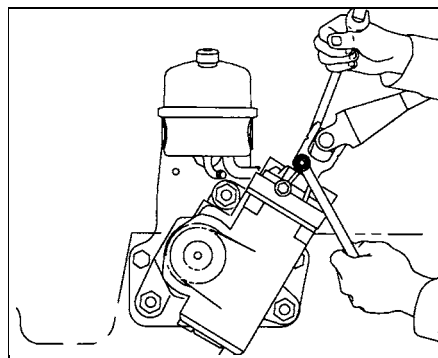

Рис. 2. Отсоединение нижнего карданного шарнира.
Рис. 2. Тормоз Q Plus серии MX500 с литым опорным диском. 1 - анкерный палец, 2 - втулка анкерного пальца, 3 - фиксирующая пружина, 4 - тормозная колодка в сборе, 5 - ролик кулачка, 6 - клипса ролика, 7 - болт кронштейна тормозной камеры, 8 - болт пыльника, 9 - пыльник, 10 - стопорное кольцо кулачкового вала, 11 - прокладка, 12 - тонкая прокладка, 13 - оранжевый сальник, 14 - автоматический компенсатор износа, 15 - сальник, 16 - толстая прокладка, 17 - сальник, 18 - втулка кулачкового вала (1 1/2 дюйма), 19 - кронштейн кулачкового вала/тормозной камеры, 20 - пробка, 21 - сальник, 22 - опорный диск, 23 - палец возвратной пружины, 24 - возвратная пружина, 25 - втулка кулачкового вала (1-5/8 дюйма), 26 - оранжевый сальник, 27 - упорная шайба, 28 - кулачковый вал.
- а) Удалите и выбросьте стяжной болт и гайку нижнего карданного шарнира. Не устанавливайте повторно болт или гайку, см. рис. 2.